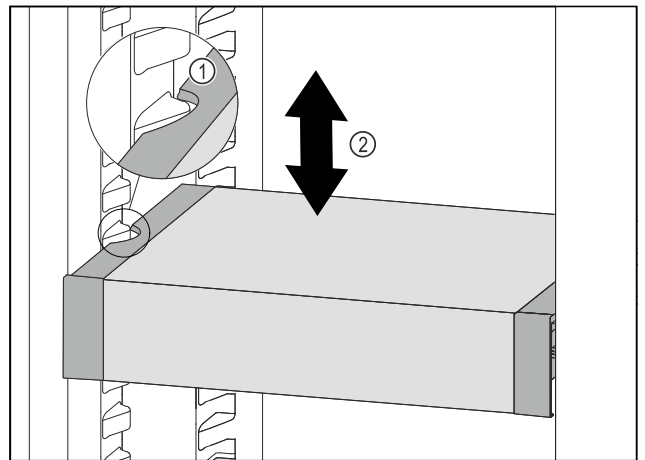

Fig. 171
- VarioSafe nach vorne ziehen, bis sich die seitlichen Aussparungen des VarioSafes auf Höhe der Behälterrippe im Kühlteil befinden. Fig. 171 (1)
- VarioSafe im Kühlteil nach oben oder unten bewegen, bis gewünschte Höhe erreicht ist. Fig. 171 (2)